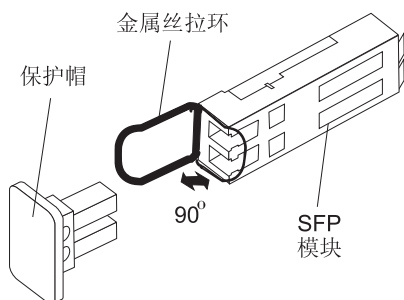

图 27. 松开塑料类 SFP 模块滑锁
- 对包含塑料卡片的 SFP 模块，如图 27 中所示，通过把塑料卡片向外拔出 10° 来松开 SFP 模块滑锁。